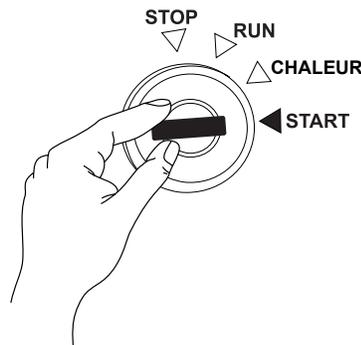

Figure 33. Interrupteur de démarrage (START)
5. Lorsque la **lampe de préchauffage** (Figure 31C) s'éteint, tournez la **clé de contact** dans le sens des aiguilles d'une montre jusqu'à la position **START** (Figure 33) pour démarrer le moteur. Dès que le moteur démarre, relâchez la clé. La clé revient automatiquement en position **RUN**.